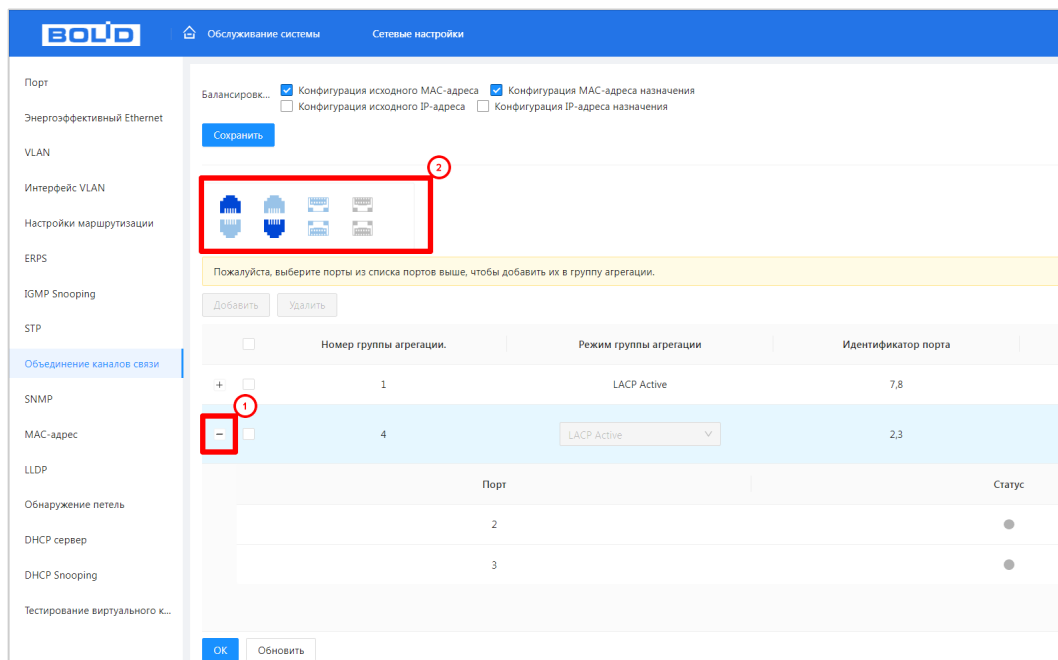

Рисунок 10.19 – Добавление
5. Далее выберите порты для объединения (Рисунок 10.19). Для этого